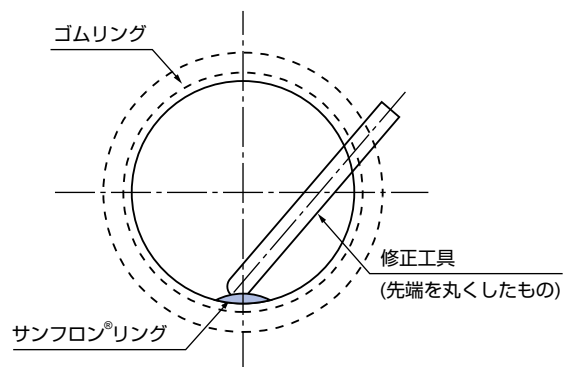

図4
- ③ 溝中に取付けたサンフロン®リングは、少したわむ場合があります。このときは指、ヘラあるいは先端を丸くした丸棒などで修正してください。このとき、サンフロン®リングや溝を傷つけないように、滑らかな治工具を使用してください。(図4)